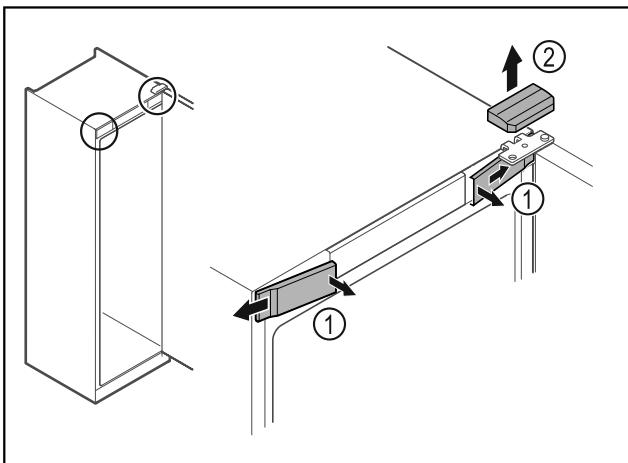

Fig. 17
► Αφαιρέστε προς τα επάνω το επάνω κάλυμμα Fig. 17 (2).
► Ξεκουμπώστε εσωτερικά τα μπροστινά καλύμματα Fig. 17 (1) και αφαιρέστε τα προς το πλάι.